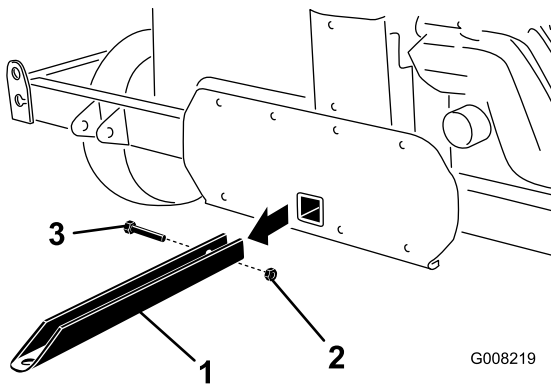

Bild 7
1. Nehmen Sie die Schraube und Mutter ab, mit denen die Zugstange vorne am Kernprozessor befestigt ist (Bild 7).